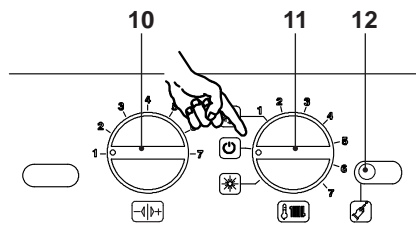

Figura 5.72
- Per uscire dalla programmazione posizionare il selettore di funzione / manopola regolazione temperatura 11 come indicato in Figura 5.72.